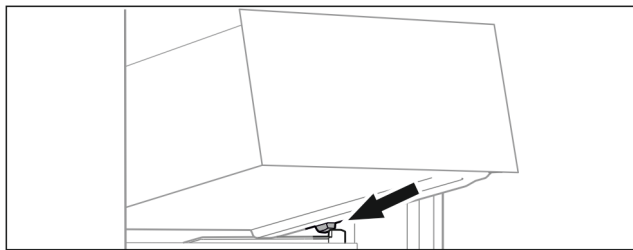

Fig. 114
- Nasadte zásuvku šikmo za zářez na žebrování na nádobu. (viz Fig. 114)